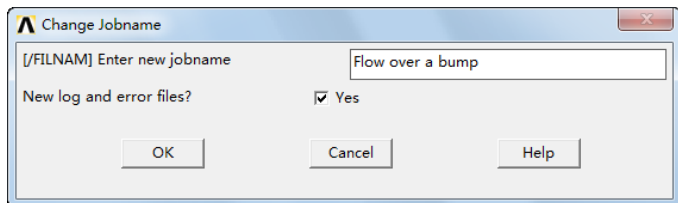

图 7-2 “Change Jobname”对话框
①定义工作文件名：依次选择 Utility Menu→File→Change Jobname, 会出现“Change Jobname”对话框, 在对话框中输入工作文件名“Flow over a bump”, 并将“NEW log and error files?” 设置为“Yes”, 如图 7-2 所示, 单击“OK”按钮关闭对话框。